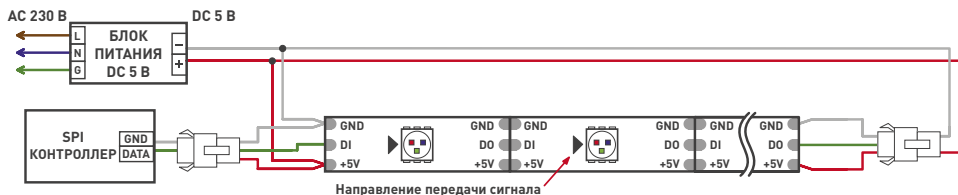

Рис. 1. Схема подключения одной ленты.
- Подключите ленту к выходу блока питания и к контроллеру согласно приведенной схеме (рис. 1 и 2), соблюдая полярность. При подключении лент и соединении отрезков учитывайте направление передачи цифрового сигнала, указанное стрелкой на ленте. Вход сигнала управления имеет обозначение «DI», выход – «DO». Руководствуйтесь маркировкой, нанесенной на ленту.
- Подключите ленту согласно схеме [рис. 1 и 2], соблюдая полярность и направление передачи сигнала, обозначенное стрелками на плате.